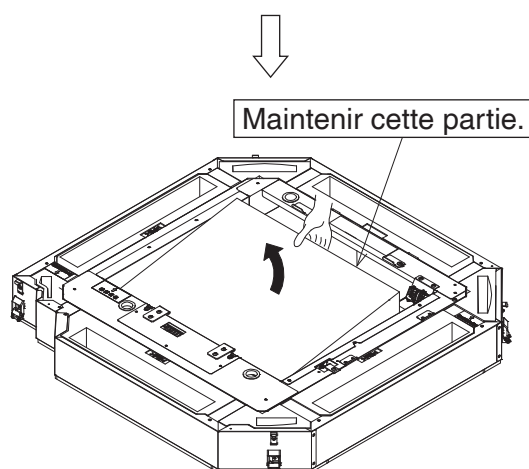

Figure 8
- (1) Retirez les rubans fixant les fils d'alimentation et de signal.
- (2) Retirez les rubans fixant les crochets (filtre) (2 emplacements).
- (3) Retirez le ruban adhésif fixant le filtre plissé (1).
- (4) Tenez le filtre plissé (1) au niveau de la partie indiquée sur la **Figure 8** et retirez-le. (En le tenant par une autre partie, vous risquez d'écraser les plis du filtre plissé (1).)